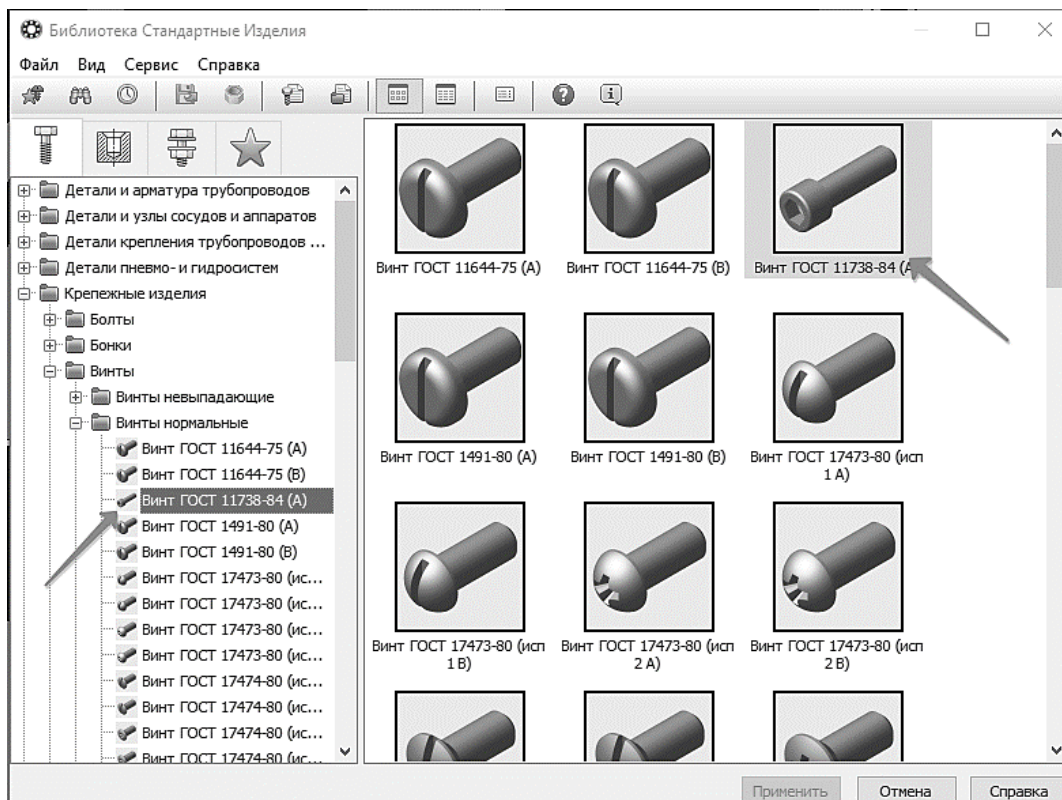

Рис. 100. Добавление Винта
10.2.3 Выполните двойное нажатие левой кнопки мыши на элементе **Винт ГОСТ 11738-84** (рис. 100).